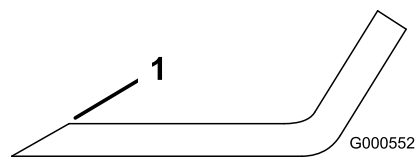

Figura 90
1. Utilice una lima para afilar el filo de corte en ambos extremos de la cuchilla (Figura 90).